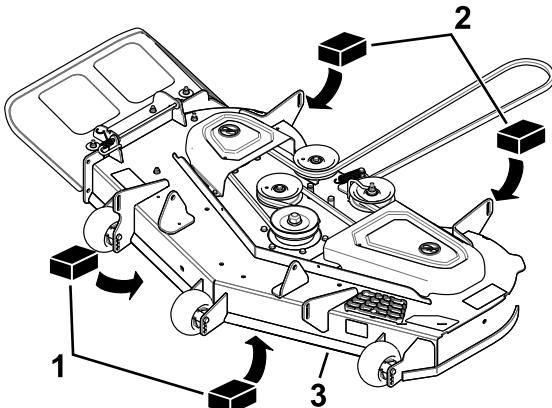

Figura 74
- Coloque dos bloques de 6,6 cm de grosor debajo de cada lado del borde delantero de la carcasa, pero no debajo de los soportes de los rodillos protectores del césped (Figura 74).
- Coloque dos bloques de 7,3 cm de grosor debajo del borde trasero del faldón de la carcasa de corte, uno en cada lado de la carcasa de corte (Figura 74).